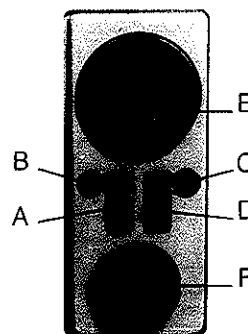

Fig. 1
Tutti i comandi del radiatore a gas sono raggruppati su un quadro (fig. 1) posizionato sulla parte anteriore dell'apparecchio stessa al fine di agevolarne l'utilizzo.
I-1 Interruttore generale (fig. 1 A)
I-3 Spia luminosa gialla (fig. 1 B)
I-4 Spia luminosa rossa (fig. 1 C)
I-5 Pulsante di sblocco (fig. 1 D)
I-6 Orologio programmatore (fig. 1 E; 4)
I-7 Termostato ambiente (fig. 1 F e 5)
- In caso affermativo **attendere cinque minuti** quindi azionare il tasto di sblocco (fig. 1 D). Così operando il radiatore si sblocca e la sequenza di accensione si ripete. In caso l'apparecchio si sblocchi due volte di seguito, ricorrere a un centro di assistenza autorizzato per un intervento di manutenzione.